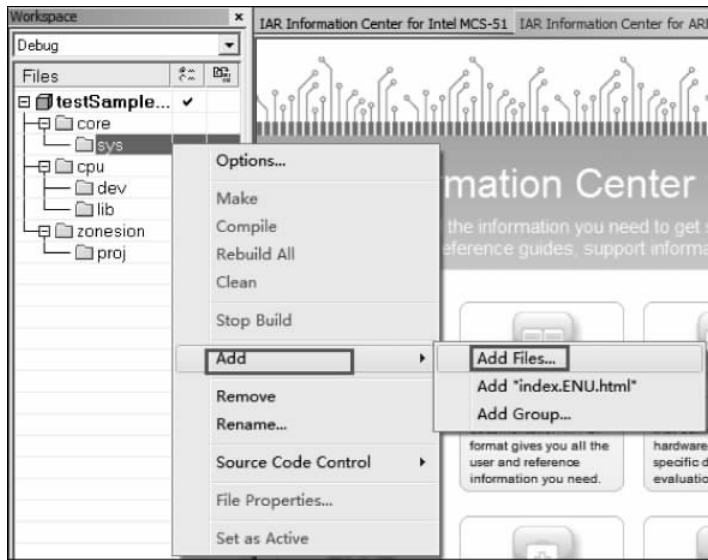

图 5.9 添加 Contiki 系统文件 1
(1) 添加 Contiki 系统文件。在工程 sys 目录名上右击,在弹出的快捷菜单中选择 Add→Add Files,如图 5.9 所示。